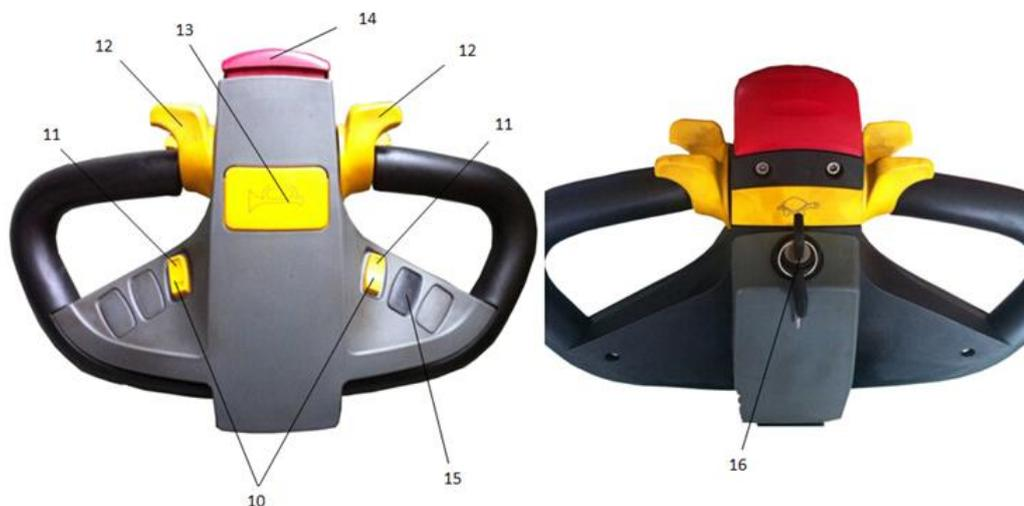
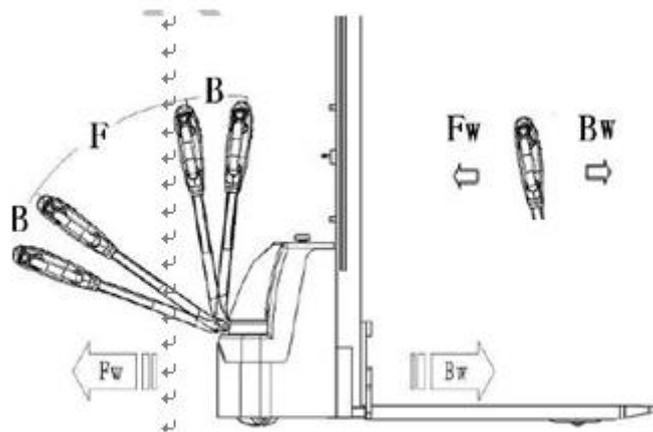

Рис. 1. Рукоятка управления
Рис. 8. Направление работы
Вставленный ключ поворачивается в положение «Открыто» (Рис. 1, поз. 16. Затем нужно осторожно вытянуть кнопку аварийной остановки), начать работу на штабелере. Рукоятка должна быть передвинута в зону работы (Рис. 8, «F»). Кнопку акселератора нужно повернуть в нужном направлении Вперед «Fw». Или в обратном направлении «Bw» (Рис. 11). Нужно осторожно передвинуть кнопку акселератора (12), чтобы регулировать скорость перемещения, пока скорость не достигнет нужной величины.